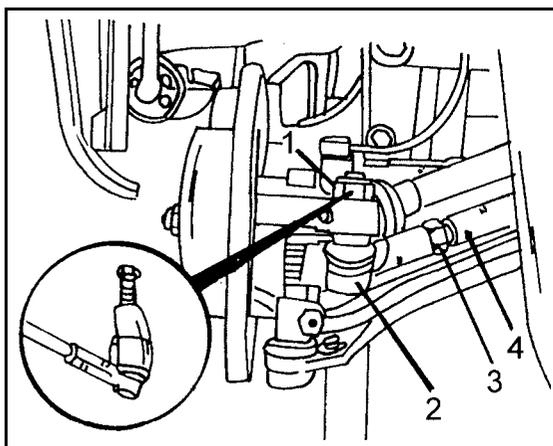

Bild 298
● Die Mutter (1) in Bild 298 entfernen und das Kugelgelenk der Spurstange mit einem geeigneten Kugelbolzenausdrücker vom Lenkhebel trennen. Im Bild ist ein passender Abdrücker gezeigt, welchen man jedoch durch einen Universalabzieher ersetzen kann. Diese Arbeit auf beiden Seiten des Fahrzeuges durchführen. Das Kugelgelenk der linken Spurstange nach Lockern der Kontermutter (3) von der Spurstange (4) abschrauben. Beim Abschrauben des Kugelgelenks die Umdrehungen (auch halbe) zählen. Beim späteren Einbau wird das Gelenk wieder um die gleichen Umdrehungen eingeschraubt. Auf diese Weise wird die Vorspur wieder auf den richtigen Wert gebracht.
Beim Ausbau eines Gelenks unter Bezug auf Bild 298 vorgehen:
- Die Mutter (1) in Bild 298 entfernen und das Kugelgelenk der Spurstange mit einem geeigneten Kugelbolzenausdrückervom Lenkhebel trennen. Im Bild ist ein passender Abdrücker gezeigt, welchen man jedoch durch einen Universalabzieher ersetzen kann. Diese Arbeit auf beiden Seiten des Fahrzeuges durchführen. Das Kugelgelenk der linken Spurstange nach Lockern der Kontermutter (3) von der Spurstange (4) abschrauben. Beim Abschrauben des Kugelgelenks die Umdrehungen (auch halbe) zählen. Beim späteren Einbau wird das Gelenk wieder um die gleichen Umdrehungen eingeschraubt. Ausserdem kann man ein Zeichen mit einem Filzstift am Gewinde und an der Spurstange einzeichnen. Auf diese Weise wird die Vorspur wieder auf den richtigen Wert gebracht.